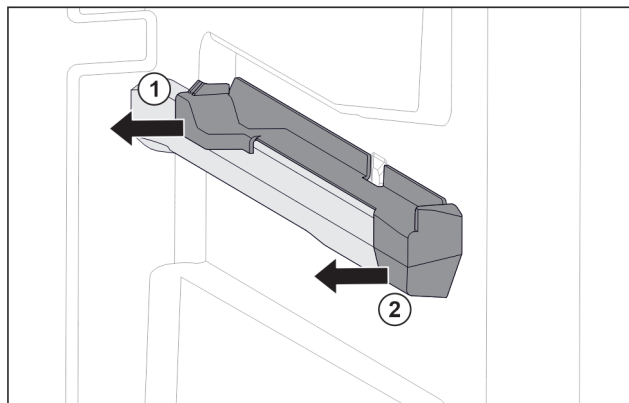

Fig. 33 Elemento inseribile sulla nervatura destra del contenitore
- Estrarre l'elemento inseribile dal lato posteriore di lato. Fig. 33 (1)
- Estrarre l'elemento inseribile dal lato anteriore di lato. Fig. 33 (2)